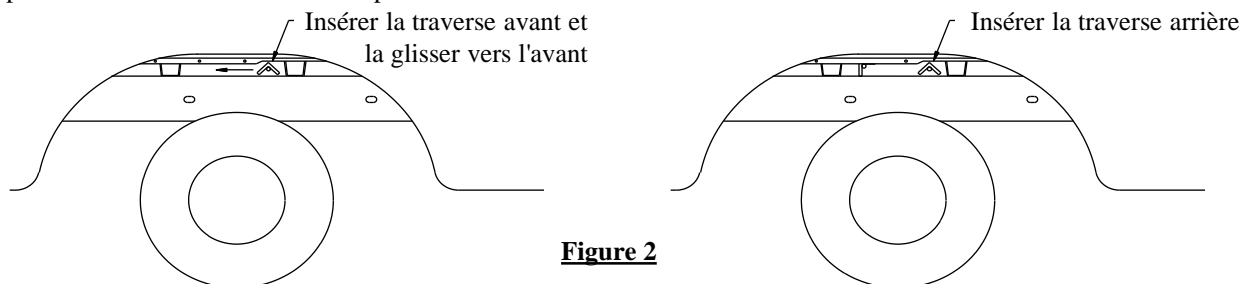

Figure 2
1. Glisser les traverses avant et arrière entre les longerons et la plateforme du véhicule, comme illustré à la Figure 2. La traverse avant est munie de deux (2) trous supplémentaires centrés entre les fentes longues.